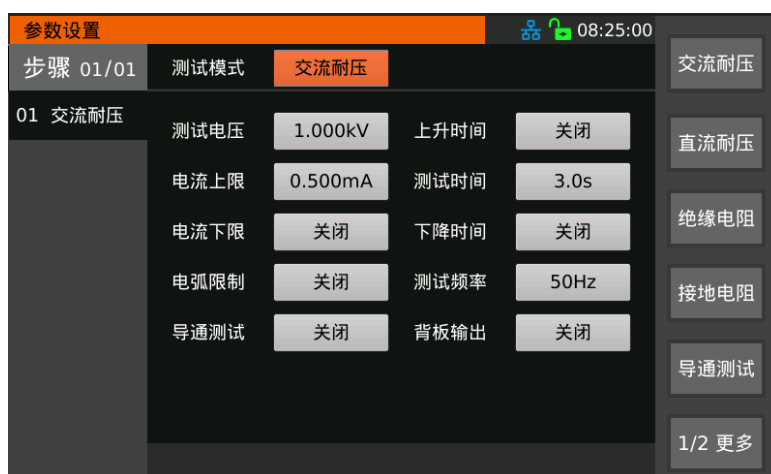
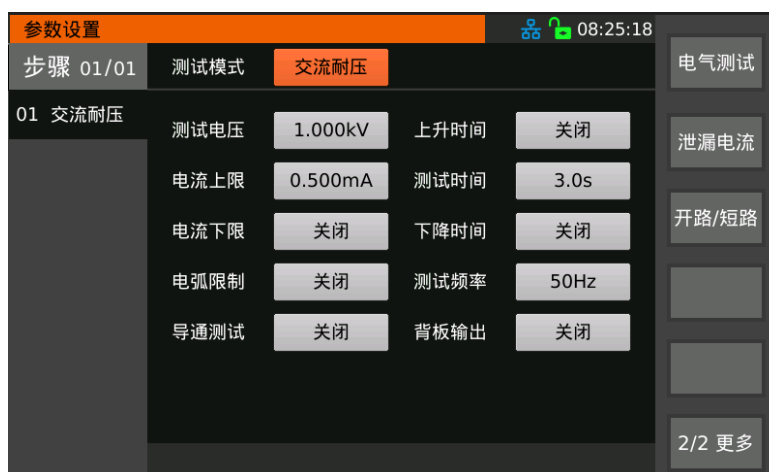

图 3-12 测试模式选择 1
图 3-13 测试模式选择 2
3、 触摸 [测试模式] 选项键或 [▶] 方向键，进入如图 3-12、图 3-13 所示界面，可选不同的测试模式，包括交流耐压、直流耐压、绝缘电阻、接地电阻、导通测试、电气测试（仅 TH9130X）、泄漏电流（仅 TH9130X）、开路/短路。